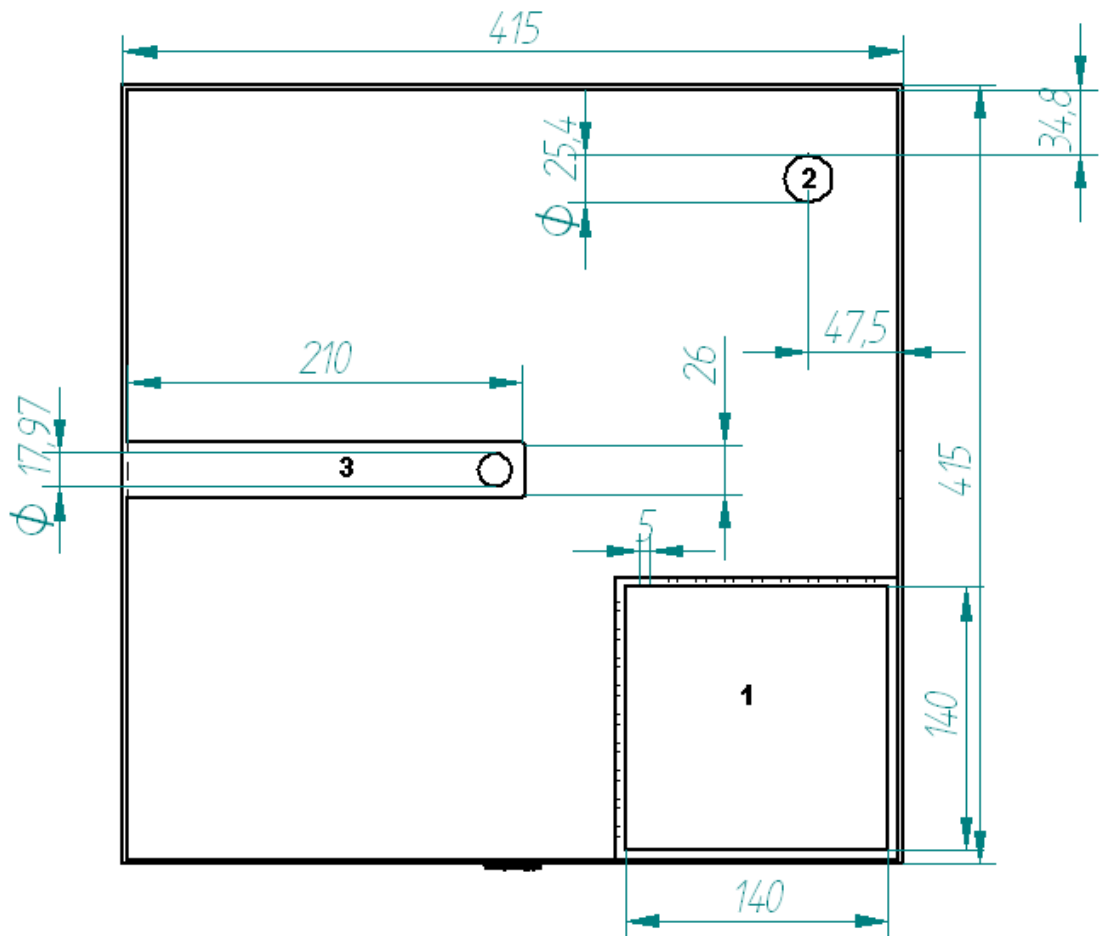

Figura 105. Vista superior del tanque TK2. [11]
En la figura 105 se observa la vista superior del tanque TK2, en este se encuentra un pequeño tanque (1) inmerso en TK2 para convertir el flujo turbulento que proviene de la tubería de TK1 en flujo laminar. Este tanque (1) de base 14x14 cm y 40cm posee un sistema de orificios de 5mm cada uno en su perímetro inferior. El agua que llega de TK1 por la tubería de 1" es expulsada en este cubículo, y saldrá por los orificios para llenar el resto del tanque de forma laminar.